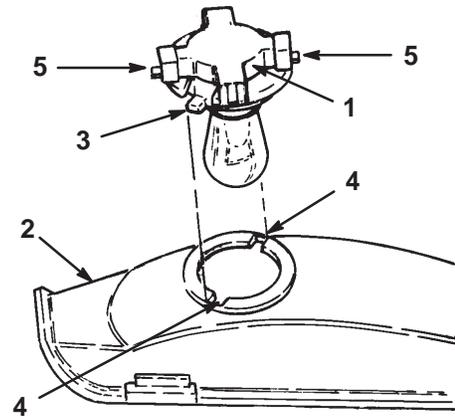

Bild 25
7. Drehen Sie die Birnenfassung um 1/4 Umdrehung entgegen dem Uhrzeigersinn und nehmen die Birne aus dem Reflektor (Bild 25).
3. Richten Sie die Laschen an der Birnenfassung mit den Schlitzlöchern im Reflektor aus (Bild 25).